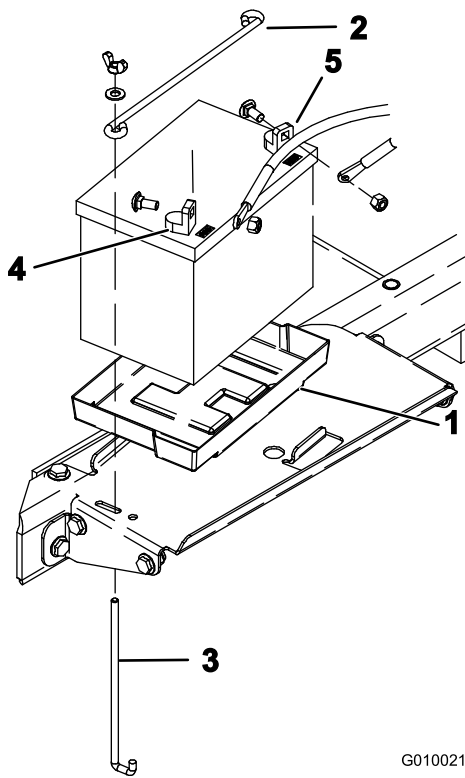

Bild 6
8. Setzen Sie die Batterie in Batteriekastenunter-satz ein (Bild 6). Setzen Sie die Batterie so ein, dass sich die Pole außen befinden.
9. Befestigen Sie die Batterie mit einer Batterieklemme, zwei Klemmstangen, zwei flachen Scheiben und zwei Flügelmuttern unten am Batteriekasten (Bild 6).
10. Befestigen Sie zuerst das positive Kabel (rot) mit einer Schlossschraube und einer Mutter am positiven (+) Batteriepol (Bild 6), schließen Sie dann das negative Kabel (schwarz) mit einer Schlossschraube und einer Mutter am negativen (-) Pol der Batterie an (Bild 6). Ziehen Sie den Gummischuh über den Pluspol, um Kurzschlüssen vorzubeugen.